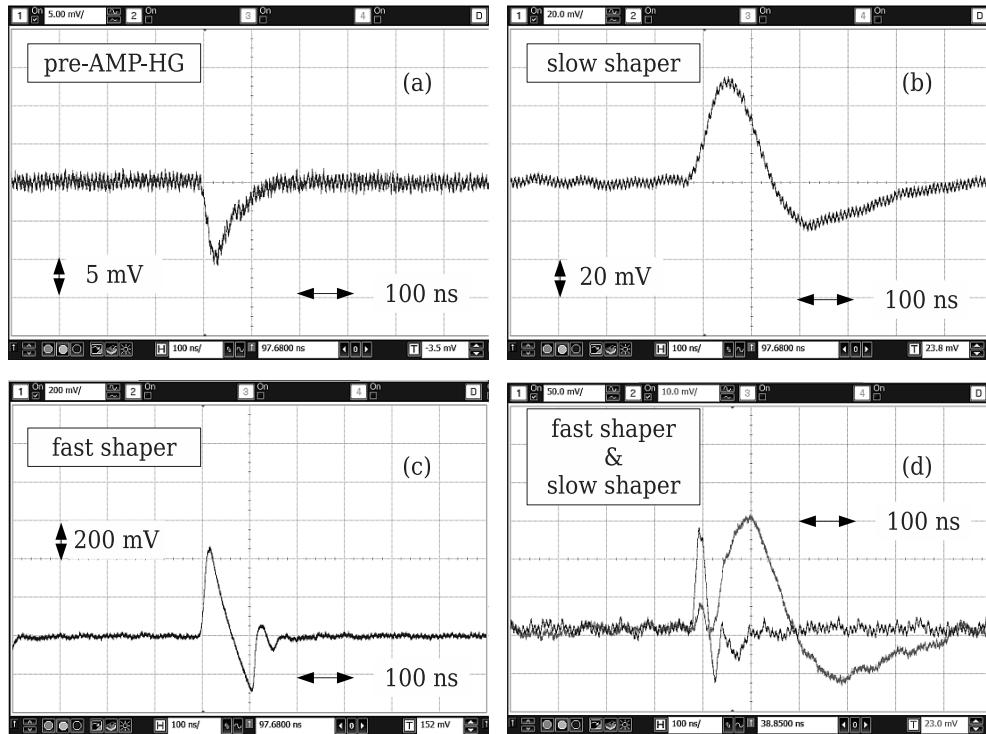
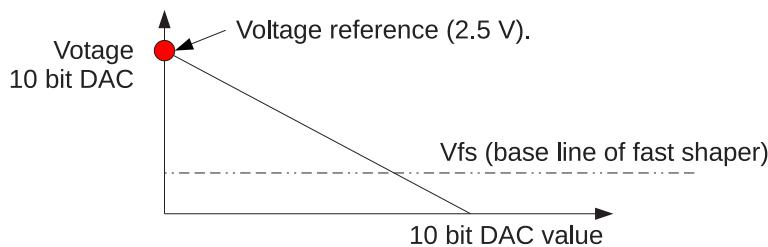

図 2.4: EASIROC のアナログ信号処理過程。
図 2.7: VTh の定義。
PreAMP、slow shaper、fast shaper によって成形増幅過程にある信号を図 2.4 に示す。図 2.4 (a) は PreAMP の出力を示しており、信号が反転している様子がわかる。PreAMP の信号は仕様上波形の一部分(ある電圧よりも高い部分)しか外へ出力できない出来ないようになっているため、ピーク付近しか我々は見ることが出来ない。図 2.4 (b) は slow shaper によって成形された信号を示している。peaking time は 50 ns に設定されており、信号の立ち上がりからおおよそ 50 ns で波高が最大となっていることが分かる。図 2.4 (c) は fast shaper の出力信号であり、図 2.4 (d) には slow と fast のタイミング差が示されている。fast shaper の信号の立ち上がりが slow shaper に比べ十分速いため、HOLD 信号に自分自身の discriminator 信号を使う self hold にも対応することが出来る。また、slow、fast 両方の信号にはアンダーシュートが見られる。アンダーシュートを含めた信号の幅が EASIROC が受けれる最大のレートを決めており、fast 側がおおよそ 4 MHz、slow 側がおおよそ 1 MHz が入力限界となる。
時間測定用のデジタル信号は図 2.4 (c) に示された fast shaper の出力を EASIROC 内部の discriminator に入力することで得られる。discriminator の信号は analog 側と異なり、1.2 V から 3.3 V まで任意の電圧 (VDD への供給電圧に依存する) でパラレルに出力される。discriminator への VTh は内部の 10bit DAC で供給する。10 bit DAC の出力電圧、fast shaper の base line 電圧、及び VTh の関係を図 2.7 に示す。VTh 用の DAC も InputDAC と同様に、基準電圧 (この場合 2.5 V) からある傾きをもって電圧が下がっていく。また、fast shaper の base line 電圧は GND ではなくある一定の値を持っている。よって、VTh は DAC の電圧とベースラインの電位差で表される。
EASIROC には analog output 用の Analog Out HG (LG) の他にもう 1 つアナログ信号を出力するための Probe という信号線が存在する。図 2.4 の 4 つの信号は全て Probe の信号である。Probe からは以下に示す成形増幅過程にある 5 つの種類の信号を出力することができる。